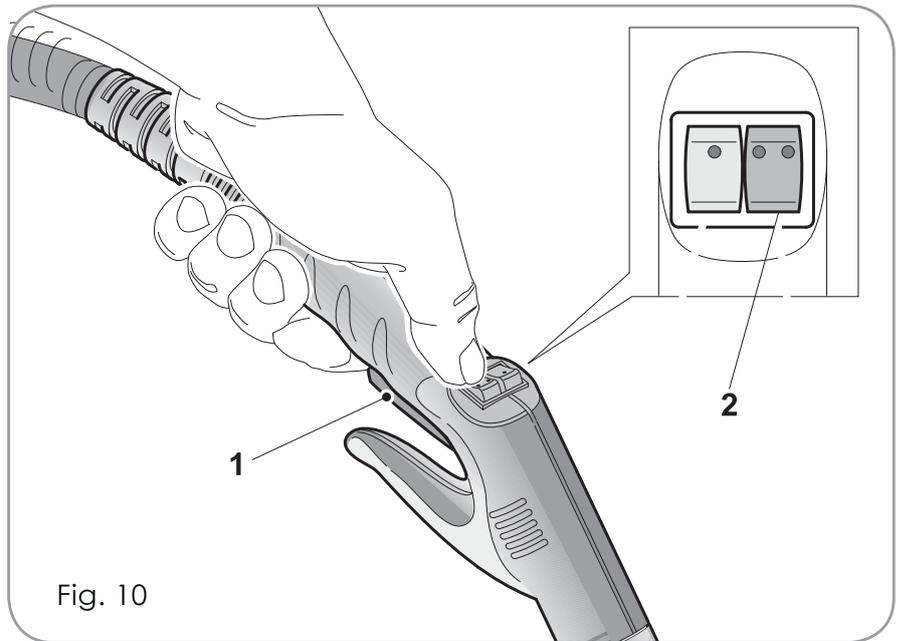

Fig. 10
Pulse el botón 2 (Fig.10) para activar o desactivar la función vapor
Presione la palanca (1) del asa para activar la salida de vapor hasta que se libere (Fig. 10)